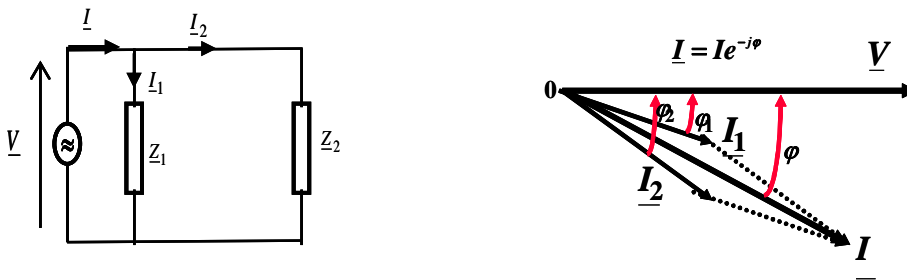

Figure 2 Représentation de Fresnel de  $I$
**Exercice 3.2 :** On donne le montage ci-dessous. Tracez la représentation vectorielle de  $I$  (Figure 2) et donnez les expressions de sa valeur efficace  $I$  et de son déphasage  $\varphi$ .